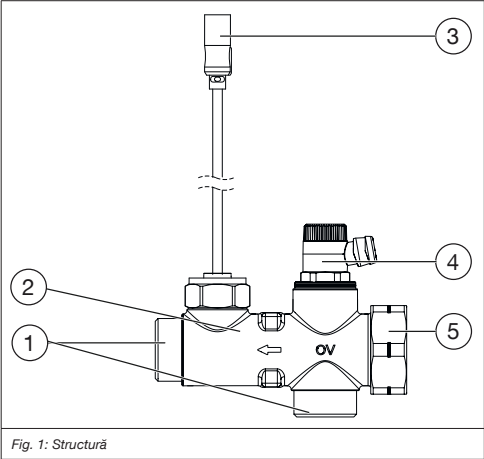

Fig. 1: Structură
4. Desfaceți piulițele olandeze (vezi fig. 1 (1)) ale senzorului de debit și demontați senzorul de pe țevă.
Dacă există și un modul de recirculare ACM, înlăturați capacul de închidere (vezi fig. 1 (5)).
6. Inserați garniturile aferente în piulițele olandeze (vezi fig. 1 (1)) și strângeți-le bine (aplicați un cuplu de 45 Nm).